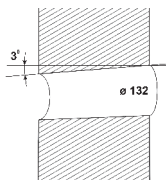

Рис. 2
2. В размеченном месте сверлится отверстие, на всю толщину стены, диаметром 132 мм, с углом наклона в сторону улицы 2-3 градуса (для отвода конденсата) (Рис. 2).